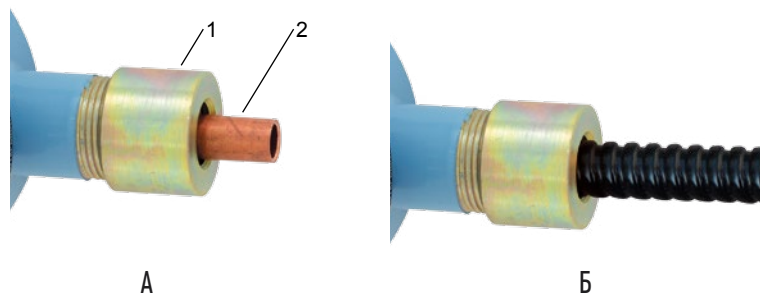

Рис. 3.
2) Устройство крепления бронированного кабеля УКБК15 (рис. 3) для кабельного ввода D12. Устройство состоит из резьбовой конусной втулки 1 (которая устанавливается взамен втулки 3 (рис. 1А), конусной втулки 2 и резьбовой втулки 3. Фиксация брони кабеля осуществляется между втулками 1 и 2 при наворачивании втулки 3 по резьбе M24 на корпус кабельного ввода. Диаметр по броне – до 15 мм.